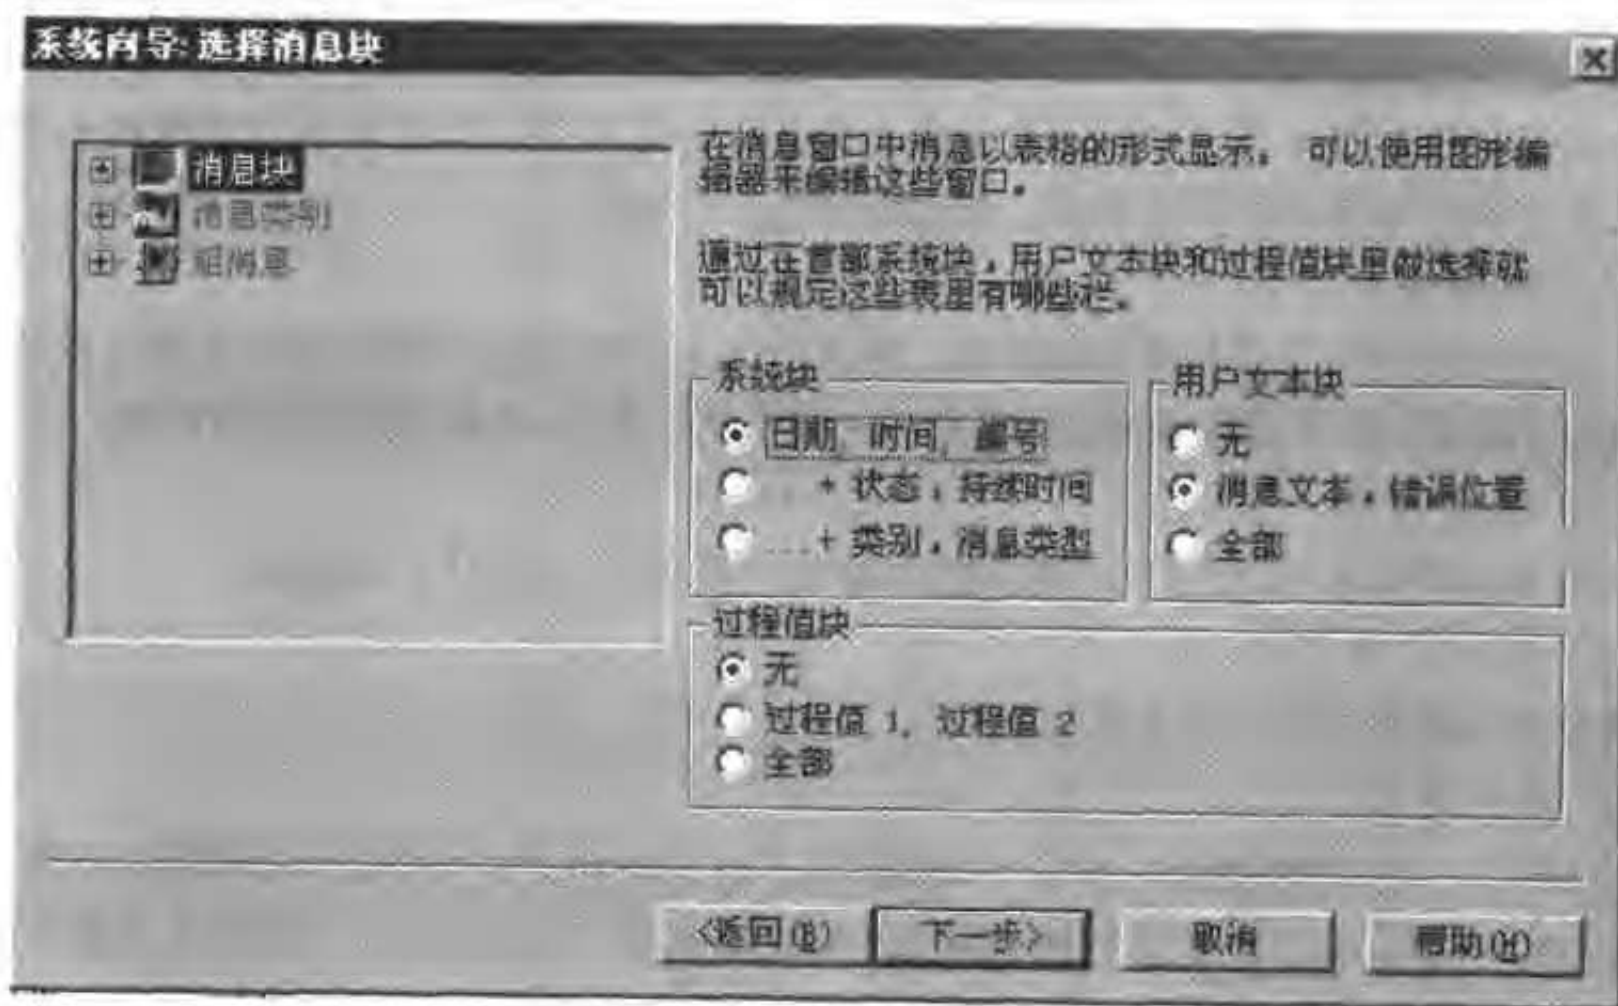

图 8-1 选择报警的消息块
- 在“系统向导:选择消息块”对话框中,选中“系统块”中的“日期,时间,编号”,选中“用户文本块”中的“消息文本,错误位置”,对于“过程值块”选中“无”,如图 8-1 所示。选择完毕,单击“下一步”。